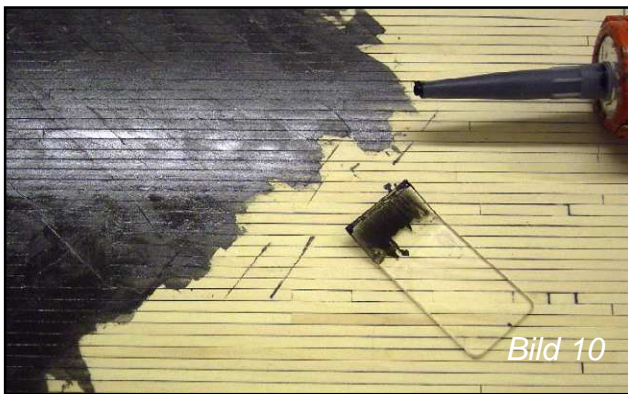

Bild 10
**Das Verspachteln der Oberseite mit Sikaflex®:** (Bild 10)